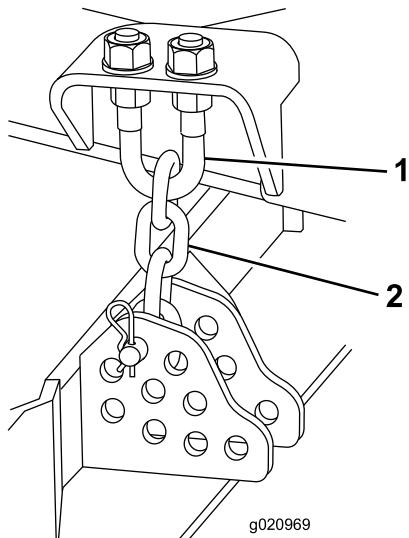

Bild 108
4. Entfernen Sie den Splint und den Lastösenbolzen, mit denen die Schnitthöhenkette an der Rückseite des Mähwerks befestigt ist (Bild 108).